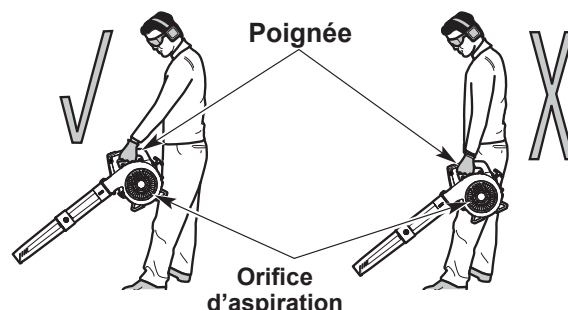

Fig. 8
- Mettez-vous en position de travail (fig. 8). Tenez-vous droit. Ne vous penchez pas.
- Tenez l'outil devant vous et dirigé vers l'extérieur (fig. 8).
Pour éviter de vous blesser gravement et d'endommager l'outil, NE PORTEZ PAS l'outil sur le côté (fig. 8). Le moteur peut être extrêmement chaud. NE BLOQUEZ PAS l'entrée d'air.